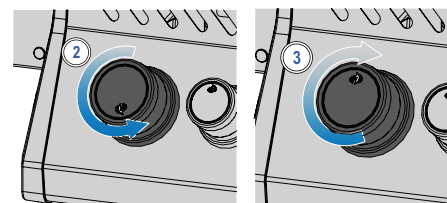

Fig. 1
4. Si el indicador y el quemador no se encienden en 5 segundos, gire el mando de control en sentido horario a la posición de apagado. Espere 5 minutos para que el gas se disipe. Repita los pasos 2 y 3 o encienda con una cerilla. (Fig. 1)